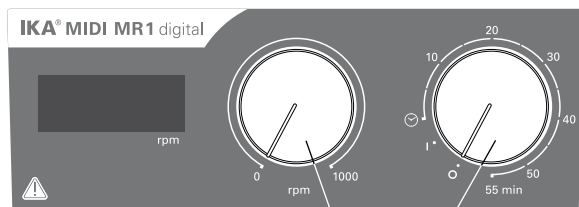

Fig. 3
- ☞ Per accendere l'apparecchio, ruotare la manopola "On/Off" e posizionare la manopola "Timer" (B, ved. Fig. 3) in senso orario sulla posizione "1".
- ☞ Per spegnere l'apparecchio, ruotare la manopola "On/Off" e posizionare la manopola "Timer" (B) sulla posizione "0".
- ☞ Regolare il numero di giri del motore con la manopola "Numero di giri" (C, ved. Fig. 3). Il numero di giri del motore può essere impostato da 0 a 1000 rpm per MIDI MR 1 digital e da 0 a 600 rpm per MAXI MR1 digital.